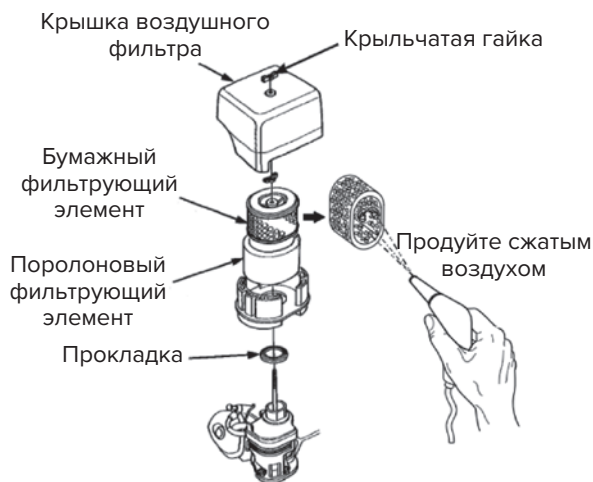

Рис. 21. Фильтр воздушный
1. Снимите крышку воздушного фильтра и поролоновый фильтрующий элемент, как показано на рис. 21.
2. Несколько раз постучите бумажным фильтрующим элементом (см. рис. 21) о твердую поверхность, чтобы удалить грязь, или продуйте сжатым воздухом [не более 30 фунтов на кв. дюйм (207 кПа, 2,1 кгс/см²)] фильтрующий элемент сбоку корпуса воздушного фильтра. **НИКОГДА** не сметайте грязь. В противном случае грязь может проникнуть в волокна. Замените бумажный фильтрующий элемент, если он сильно загрязнен.